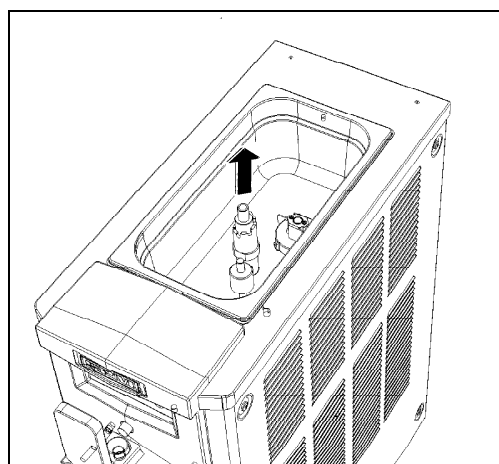

Fig. 5
- Rimuovere il coperchio ed il tubo di afflusso aria della vasca superiore (fig.5).